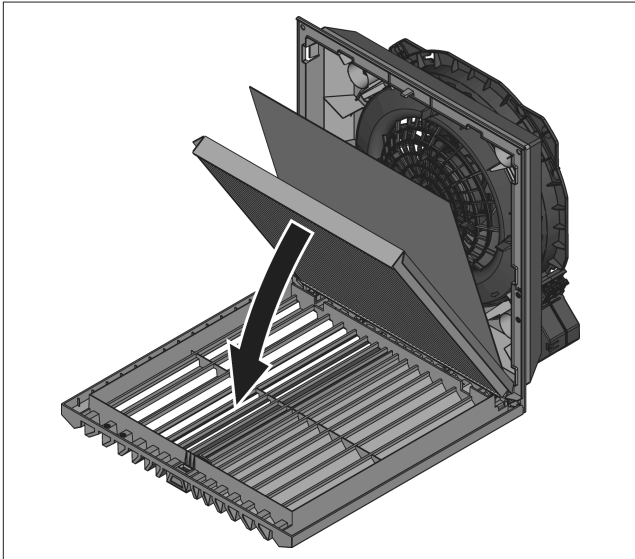

Fig. 13 : insérer le filtre plissé IP55
- Uniquement pour obtenir l'indice de protection IP55 : placer le filtre absorbant non tissé fourni sur le filtre plissé IP55 déjà inséré (voir fig. 13). Le sens d'insertion du filtre absorbant est n'a pas d'importance.